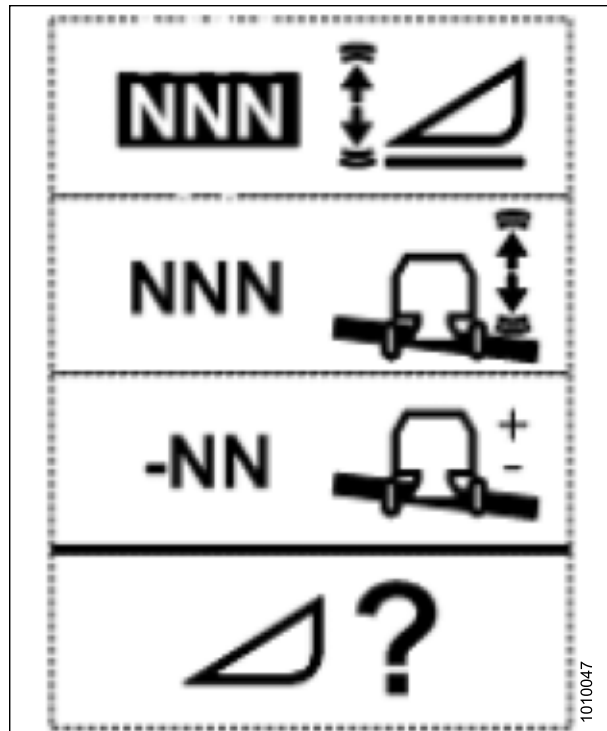

Figura 3.177: Página de alteração de sensibilidade da altura
1. Use a tecla HEADER SETTINGS (CONFIGURAÇÕES DA PLATAFORMA) (M) para exibir a tela de HEADER SENSITIVITY CHANGE (ALTERAÇÃO DE SENSIBILIDADE DA PLATAFORMA), como exibido na Figura 3.177, página 146.
2. Use as teclas UP (PARA CIMA) ou DOWN (PARA BAIXO) (E) e (H) para ajustar o item destacado. A variação da definição da sensibilidade da altura vai de 0 (menos sensível) a 250 (mais sensível) em incrementos de 10.